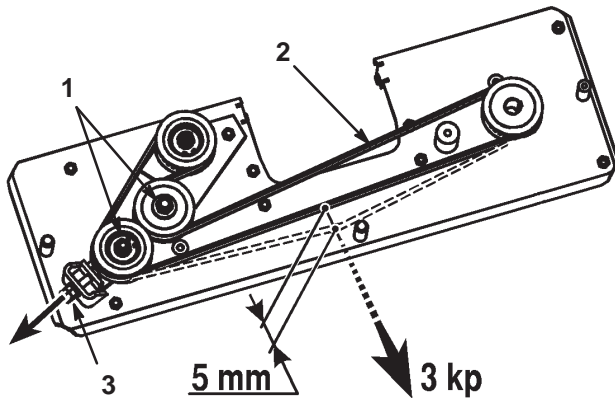

Figure 40
4. Desserrez les deux écrous hex. sur la poulie folle (Fig. 40).
5. Réglez l'écrou M10 jusqu'à ce que la courroie présente une flèche de 5 mm quand elle est soumise à une force de 3 kp (Fig. 40).